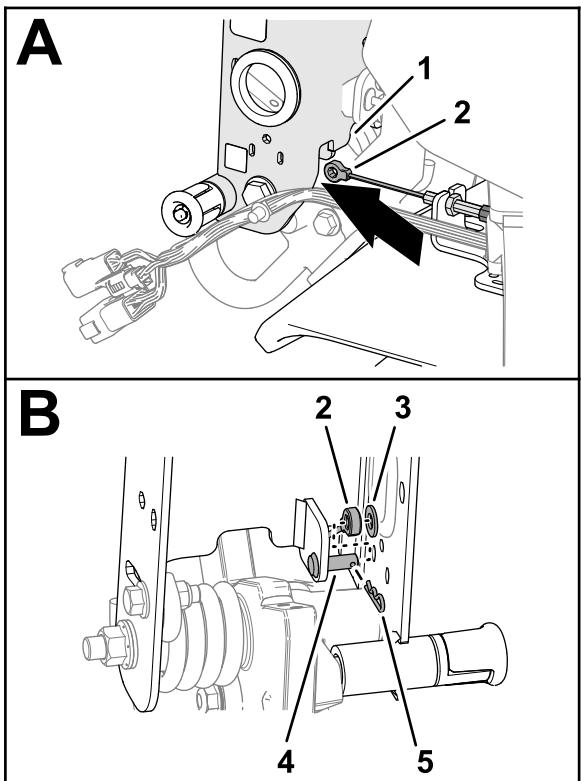

Bild 7
1. Führen Sie den Anschluss des Bremszugs unterhalb der Unterseite des Lenkerkanals (Bild 7).